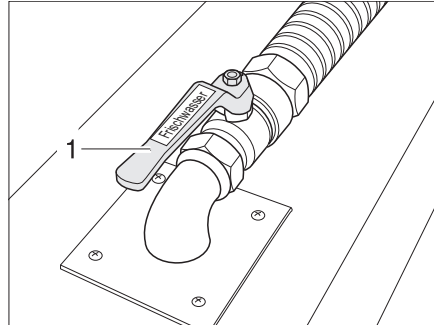

Bild 238 Ablaufhahn im Doppelboden
Der Ablaufhahn (Bild 238,1) ist im Doppelboden angebracht. Der Ablaufhahn ist durch den Schriftzug "Frischwasser" gekennzeichnet.
- Ablaufhahn (Bild 238,1) öffnen. Das Wasser läuft ab.